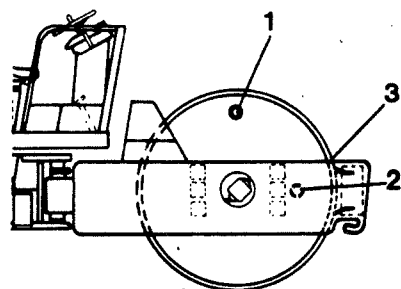

Fig. 54 Remplissage d'huile
3 Faire rouler le rouleau sur une assise plane jusqu'à ce que le bouchon (1) vienne tout à fait vers le haut, comme indiqué en fig. 54. Les modèles récents comportent également une tige de niveau (3) qui devra venir à la hauteur de bord supérieur de la poutre du châssis quand le bouchon (1) est tout à fait vers le haut.